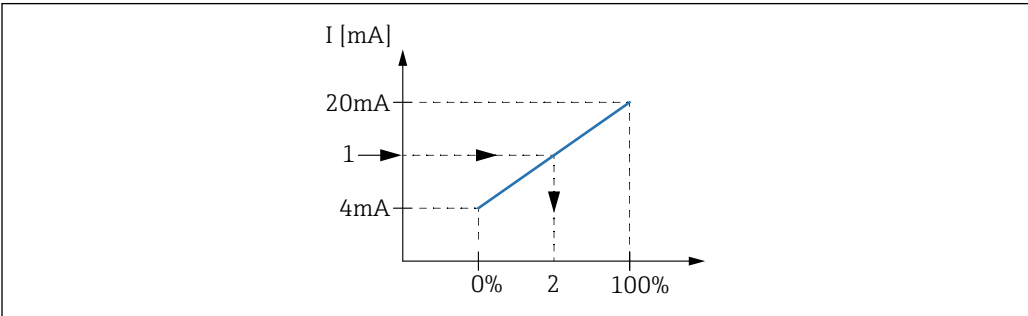

图 31 4...20 mA 输入对应过程变量
**i** 连接 HART 设备至 HART 罐旁指示仪 NRF81 前，必须进行设置并通过用户界面为其分配范围为 1...15 的唯一 HART 地址。3)确保按照接线端子分配进行连接 → 图 31。罐旁指示仪无法识别地址超过 15 的设备。
- 1. 确保按照接线端子分配连接 4...20 mA 设备 → 图 31。